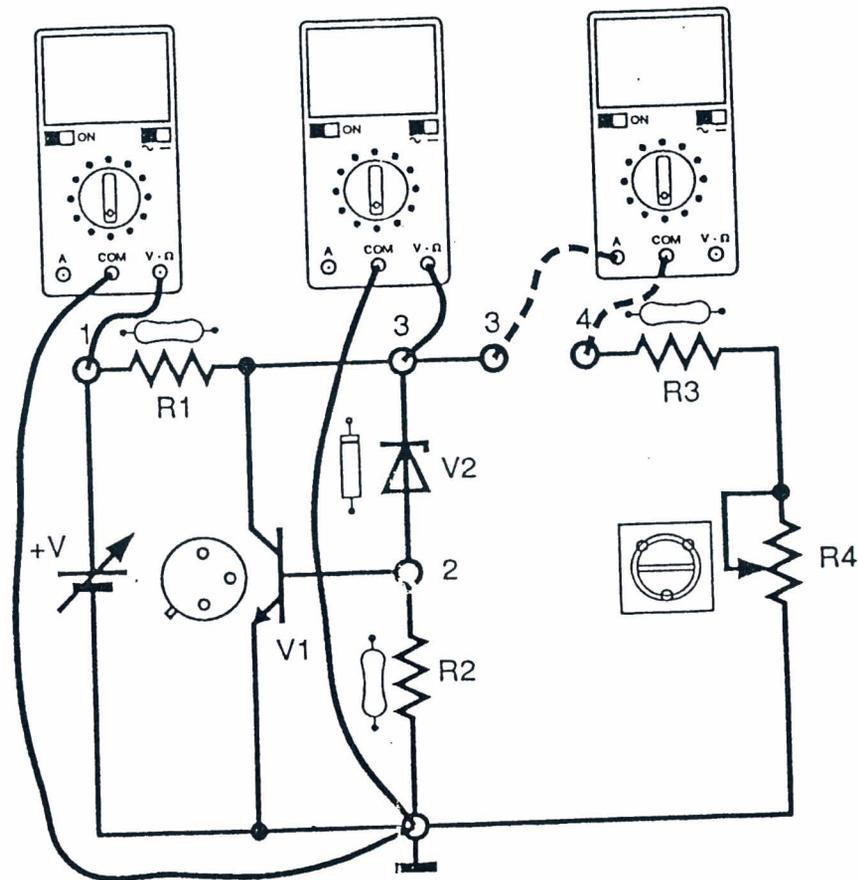

Fig. 9.2
6. Conectar los multímetros como se muestra en la Fig. 9.2;
9. Insertar el terminal positivo del miliamperímetro digital, ajustado para corriente continua, en el jack 3 y el otro en el jack 4 (Fig. 9.2)